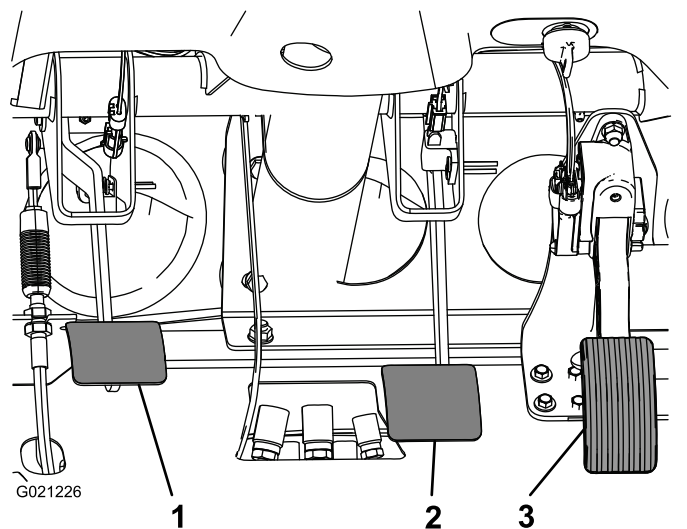

**Figure 65**
1. Retirez la goupille fendue et l'axe de chape qui fixent la chape du maître-cylindre au pivot de la pédale de frein (Figure 65).